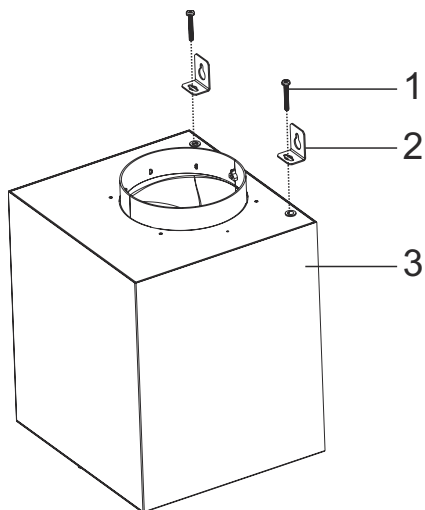

Fig. 18
9. ▶ sæt nu de 2 ophængningsbeslag på motorkabinettet med 2 x M5x35 skruer(Fig. 18).